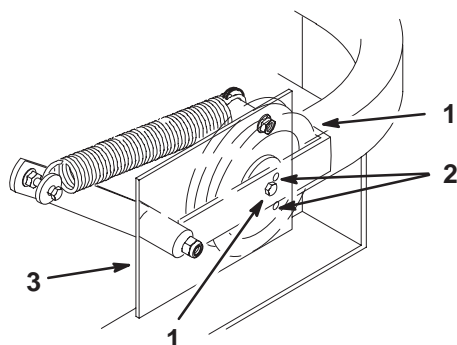

Figure 72
Important Vérifiez que la courroie est bien en place dans les guides avant et arrière (Fig. 72).
4. Vérifiez la tension de la courroie. Le boulon central de la poulie de tension rappelée par ressort doit se trouver près du trou d'alignement supérieure de la plaque de support gauche (Fig. 72).